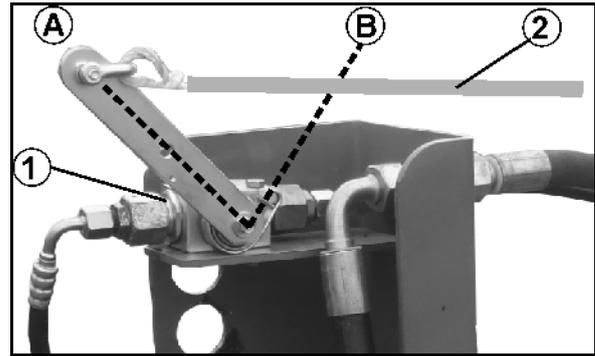

Fig. 11
- Robinet d'arrêt (Fig. 11/1) contre déploiement involontaire, à actionner à partir du tracteur par câble de commande (Fig. 11/2).